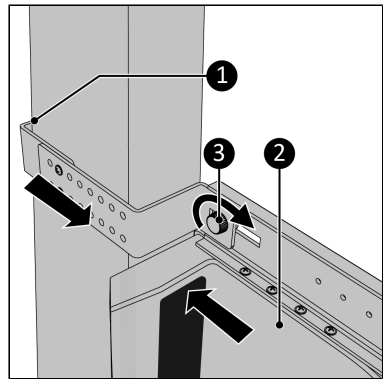

Abbildung 115.
9. Drücken Sie den Way-out fest gegen den Fensterrahmen (Abbildung 115, Pos. 2).
10. Ziehen Sie die Halterung so weit wie möglich zu sich heran (Abbildung 115, Pos. 1) sodass diese richtig klemmt.
11. Ziehen Sie die Schraubkappe (Abbildung 115, Pos. 3) fest.